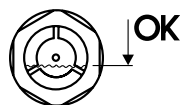

Рис. 6:
- Медленно наполните счетчик маслом с помощью шприца. Это может длиться от 5 до 10 минут, пока масло в обеих камерах не будет иметь одинаковый уровень. Количество масла достаточно, если его уровень расположен в нижней третине масломерного стекла (рис. 6). Требуемое количество масла зависит от положения встраивания счетчика, ориентировочные значения приведены в таблицах 3 и 4.